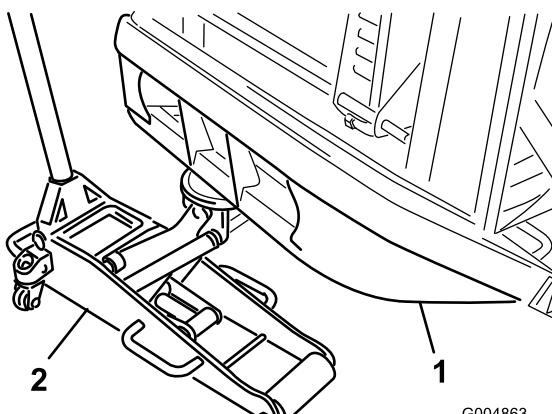

Figura 32
2. Coloque un soporte debajo de cada motor de rueda y un gato debajo del parachoques trasero (Figura 32) o eleve la máquina con un polipasto.